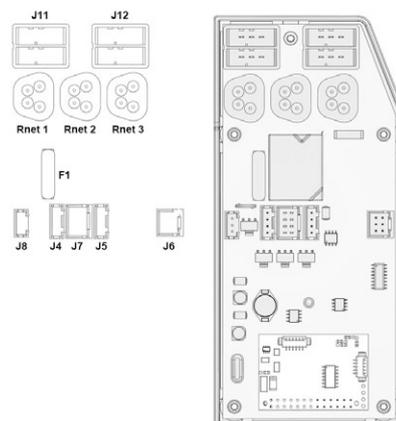

Abbildung 73. ICS-Hauptmodul
9. Verkabelung der AP Sitzhöhenverstellung vom ICS Master Modul entfernen. Sie ist an einen der Kontakte J11 oder J12 angeschlossen. Siehe Abbildung. 73. Kabel von den Leistungshaltern lösen. Für spätere Montage beachten, wie das Kabel montiert ist.